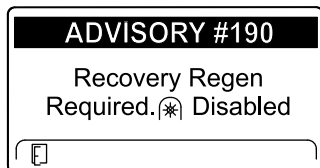

Figura 86
- Regenerare de recuperare necesară - priză de putere dezactivată ADVISORY #190 (recomandarea nr. 190) (Figura 86)